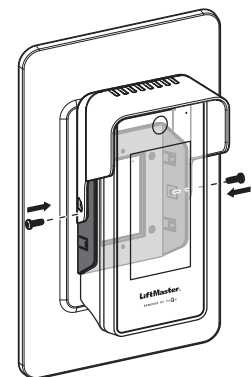

Figure 8
4. Once both sides are seated, using new screws provided with CAPXSHOOD, tighten using a T20 Torx Screw Driver. (See Figure 8)
4. Une fois les deux côtés en place, serrez les nouvelles vis fournies avec le CAPXSHOOD à l'aide d'un tournevis Torx T20. (Voir figure 8)